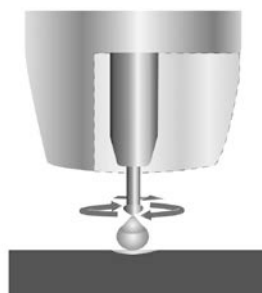

Fig. 31
4. En raison de ce pincement, la gouttelette se sépare et tombe dans le bain de fusion en formation (fig. 31).